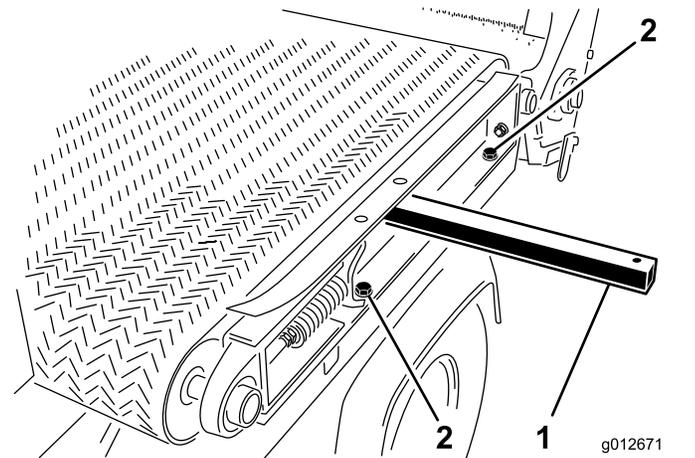

图 34
- 5. 在机器左侧卸下将滑行机架轨道固定至左挡泥板上的 2 个平头螺丝和 2 个垫圈图 34。
1. 将提升杆插入滑行机架轨道左侧的孔中提起提升杆以轻微倾斜机架轨道请参阅 拆除滑行滚道 \(页码 19\) 中的 图 34。